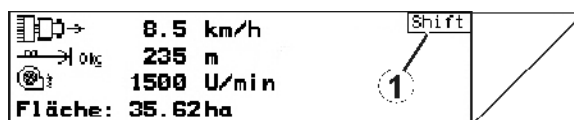

Fig. 9
- Om shift-knappen är aktiv visas detta på displayen (Fig. 9/1).